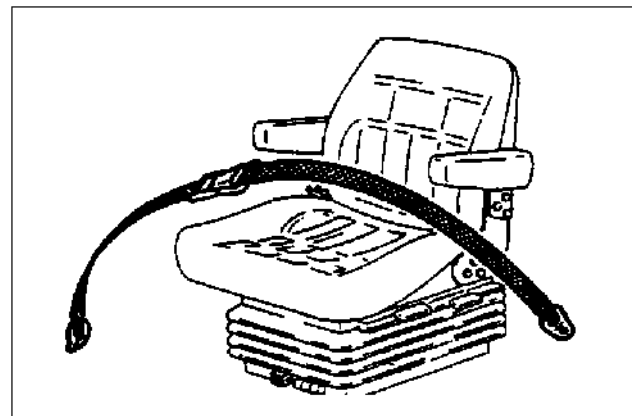

Рис. 2-2
- Ремни безопасности при движении трактора всегда должны быть пристегнуты и отрегулированы так, чтобы они плотно прилегали к телу, за исключением случаев, когда защитная рама сложена (рис. 2-2). [2.ab]
- Время от времени внимательно осматривайте ремень безопасности и заменяйте его, если он изношен или поврежден (рис. 2-2). [2.ab]